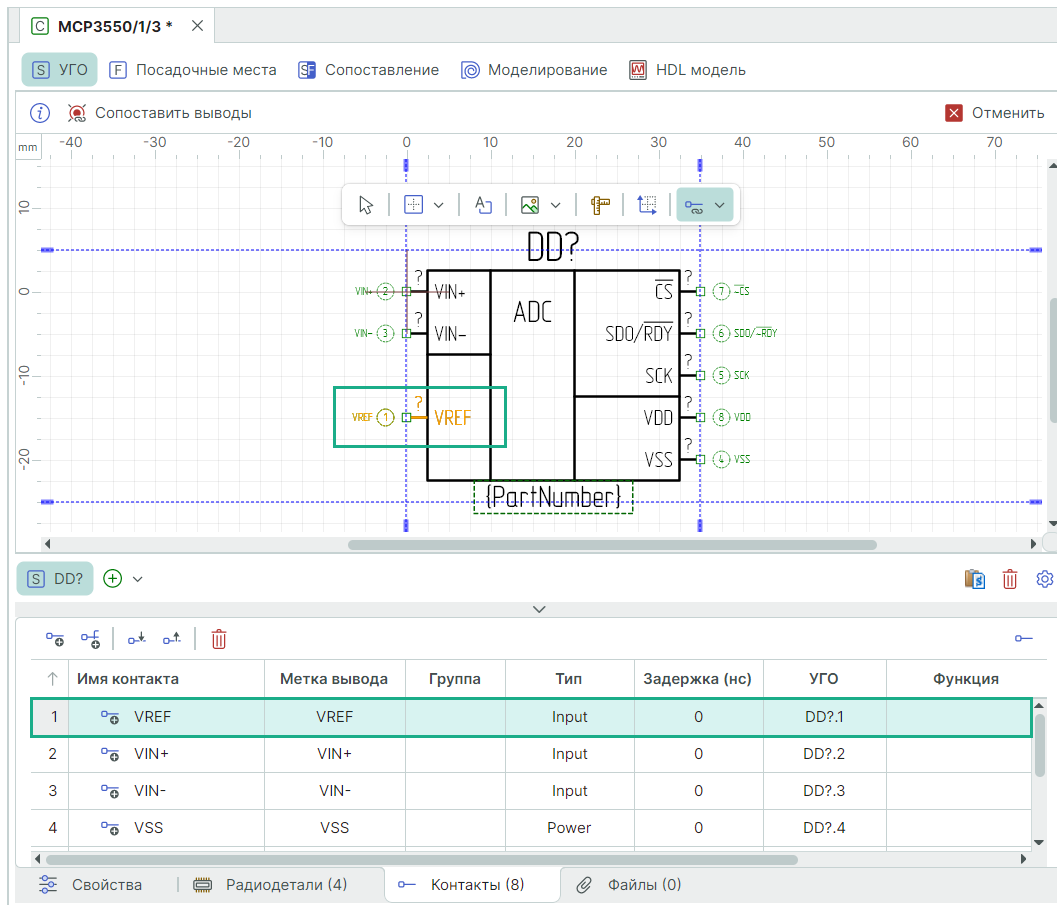

Рис. 281 Результат сопоставления вывод УГО с контактом
4. При нажатии левой кнопки мыши выбранный контакт будет сопоставлен с выводом, на который наведен курсор, см. Рис. 281.